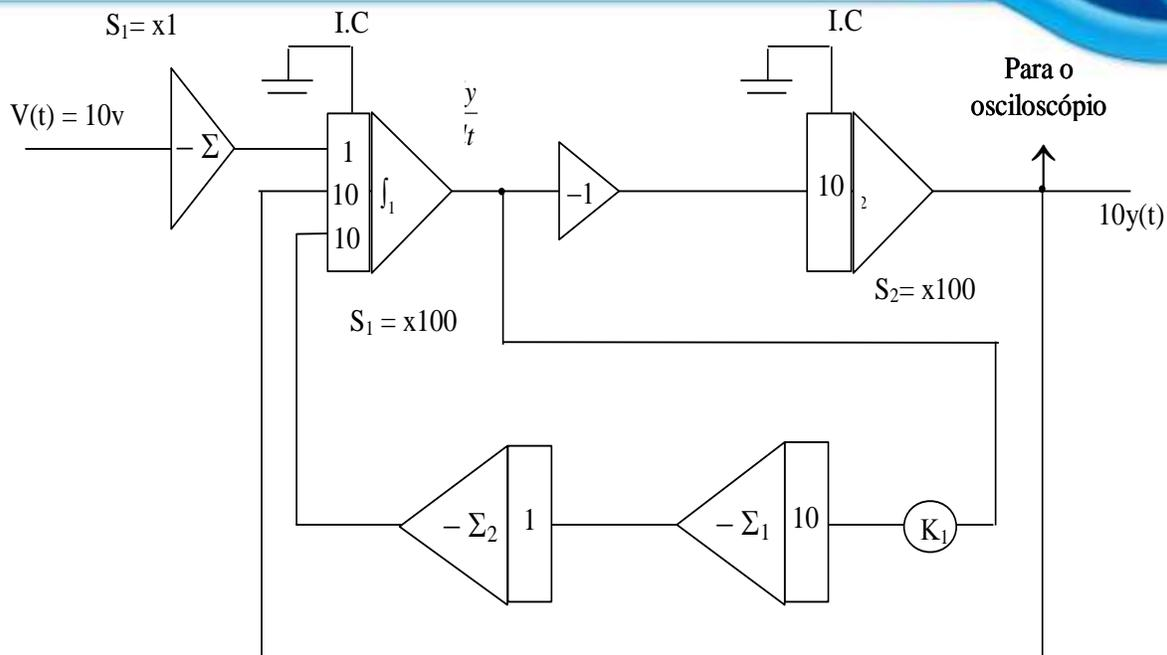

Fig. 3 - Implementação do Sistema (8) e (9) no Computador Analógico.
- 1 - Monte o circuito da Fig.3 no computador analógico.